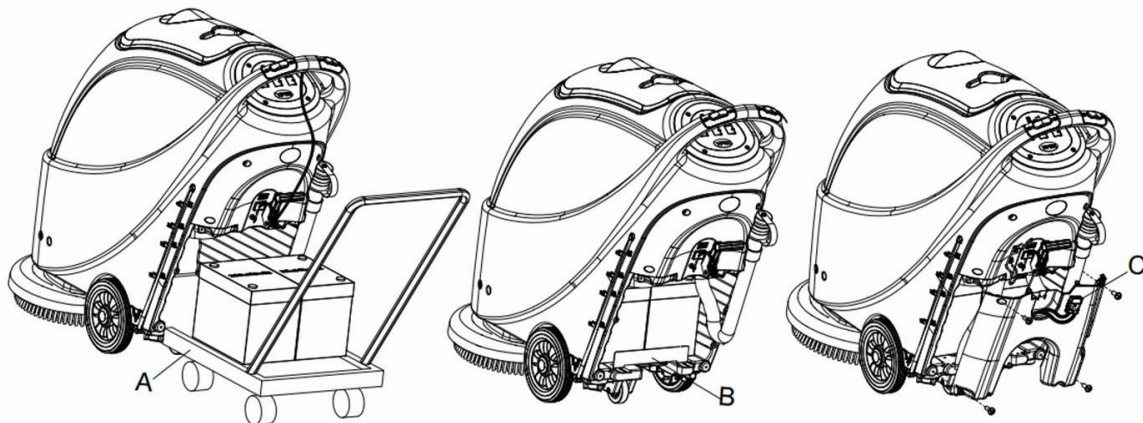

Abbildung 7
14. Setzen Sie die Batterie mit speziell angefertigten Batterie-Installationsgeräten ein (A, Abbildung 7). Nachdem die Batterie eingesetzt ist, entfernen Sie die Batterie-Installationsgeräte, und installieren Sie die Batterie-Fixierungshalterung (B, Abbildung 7).
15. Stecken Sie den Batterie-Anschluss (C, Abbildung 7) durch das Loch auf der Oberseite der Batterieabdeckung, stecken Sie dann den Ablaufschlauch durch das rechte Loch der Batterieabdeckung. Fixieren Sie die Batterieabdeckung mit 4 Schrauben, und installieren Sie dann nacheinander die Abstreifer-Zugschnur, den Ablaufschlauch und den Abstreifer.